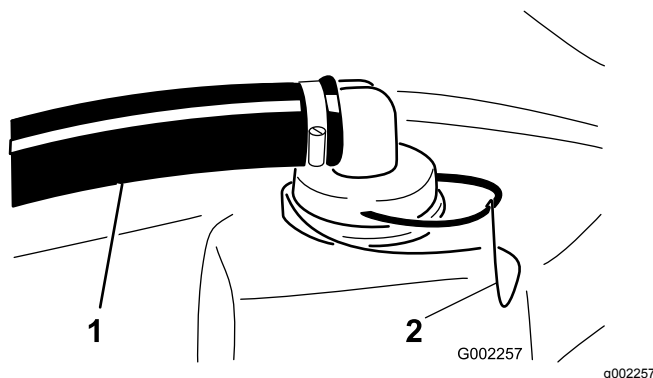

Figura 48
2. Retire a fixação do encaixe vermelho colocado na tubagem mais larga na parte superior do depósito (Figura 48).
3. Retire a tubagem do depósito (Figura 48).